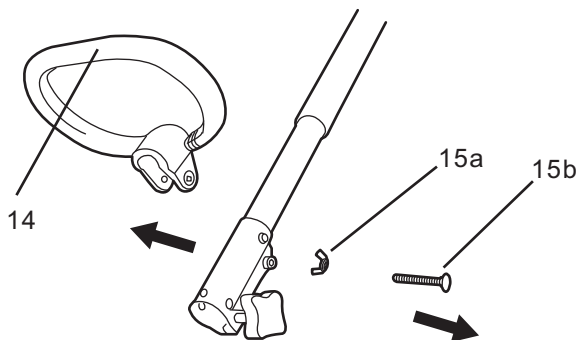

Fig. 1a
- > Dévissez et retirez le boulon pré-monté (15b) et l'écrou papillon (15a) de la poignée auxiliaire (14) (fig. 1a).